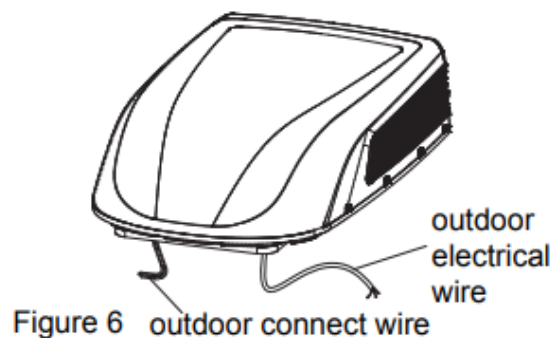

Figure 6
1. Zoals getoond in afbeelding 6, heeft de buitenunit twee sets uitgaande draden, respectievelijk de voedingskabel (hoge stroom) en de draden voor het besturingssignaal. De eerste moet rechtstreeks worden aangesloten op de voedingsaansluiting, terwijl de tweede moet worden aangesloten op de stuursignaalkabel van de binnen unit.